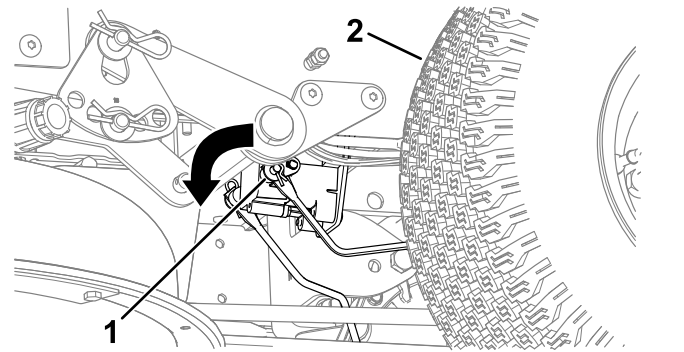

Figura 53
3. Localizați la frâna electrică arborele la care sunt conectate braele de cuplare (Figura 53).